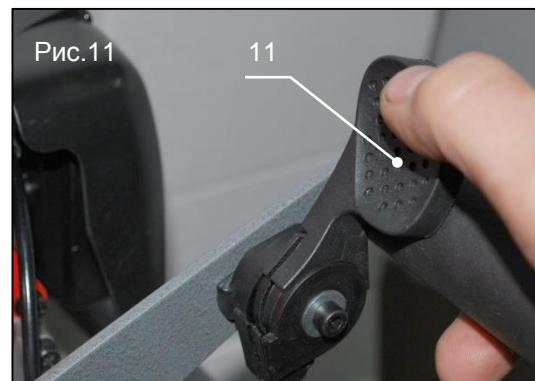

Рис.11
3. Нажмите на рукоятку газа (поз.11, рис.11).